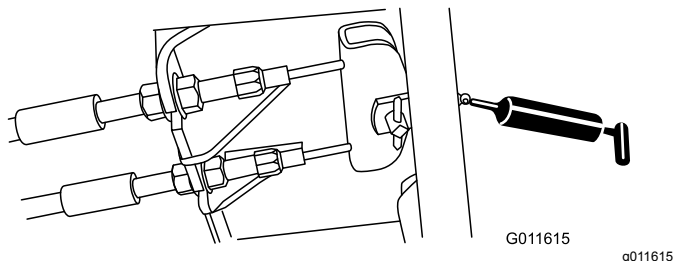

Figura 50
- Pedale del freno (1) (Figura 50)